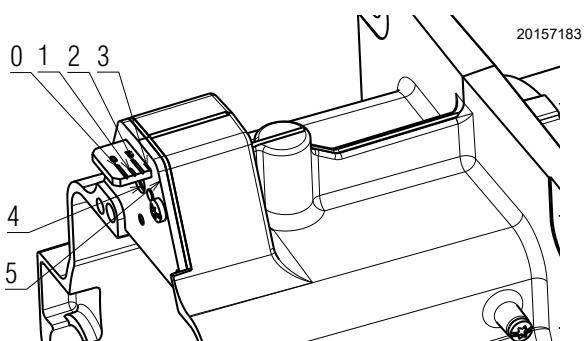
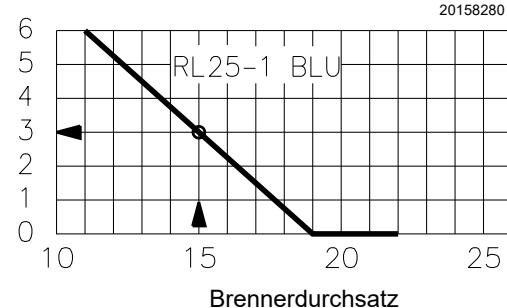

Abb. 14
Abb. 15
- Die Schraube 4)(Abb. 14) drehen, bis die vom Diagramm (Abb. 15) angezeigte Kerbe mit der vorderen Fläche des Flansches 5)(Abb. 14) zusammenfällt.
- Das Diagramm (Abb. 15) gibt an, dass der Brenner RL 25/1 BLU für einen Durchsatz von 15,6 kg/h eine Flammkopfeinstellung mit ca. 3 Kerben benötigt, wie in Abb. 15 dargestellt.